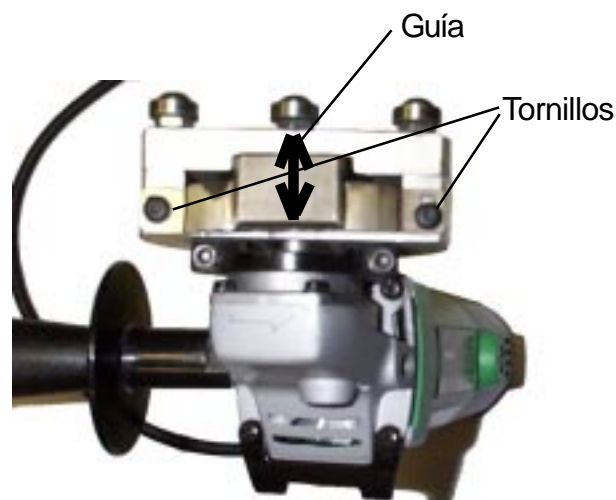

Fig. 3
2. La guía también puede usarse para limitar la cantidad de material que es quitado. Para lograr esto afloje los tornillos en los fines de la guía y muevala de adentro a afuera hasta que los lados de la guía están igual con el disco de rectificar (Vea Fig.3). Cuando en posición reapriete los tornillos. Esto permitirá al disco de rectificar para sólo rectificar una cantidad pequeña. Los lados de las guías harán contacto con la cuchilla de base y actuarán como calibre de profundidad. Si el rectificado es muy pesado mueva la guía hacia adelante. Si el rectificado es muy ligero mueva la guía hacia atrás.